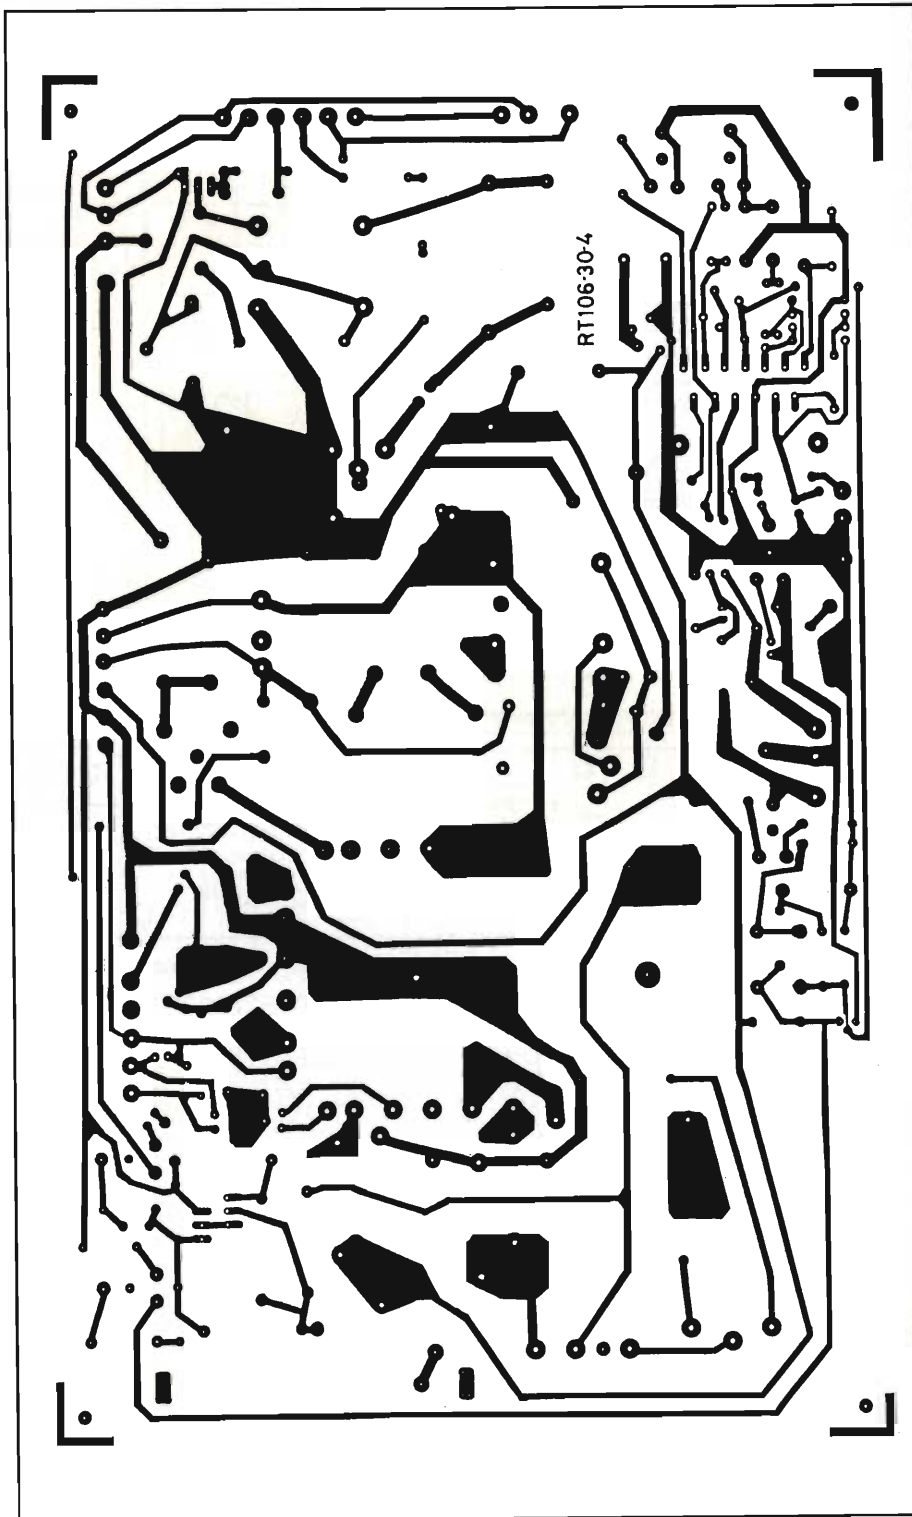

Fig. 3 - Piastra del circuito stampato principale.
**Fig. 3 - L'HP-75C mediante l'interfaccia HP-IL può comunicare anche con altre unità periferiche come memorie di massa, stampanti o addirittura con computer più grandi (per esempio quelli della serie 80 e 200).**